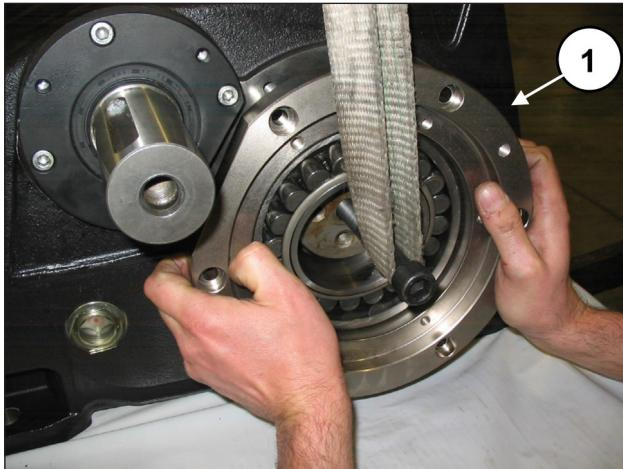
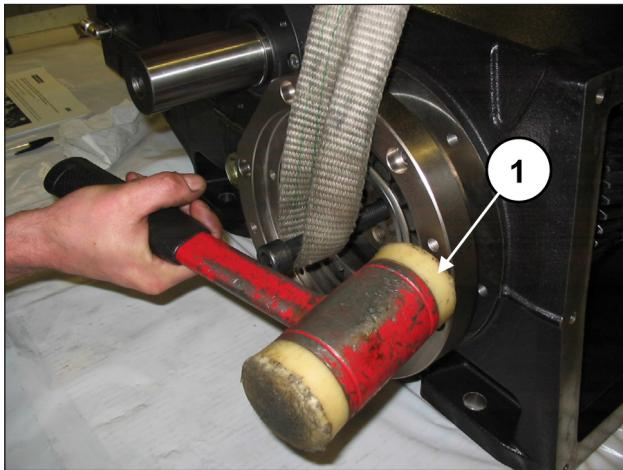

图 72
图 73
将两个M16螺纹销钉安装在曲轴末端并保持抬起（位置①，图 72），使用锤子装入带有轴承和O型圈的轴承箱盖（位置①，图 73）。从另一侧重复操作。